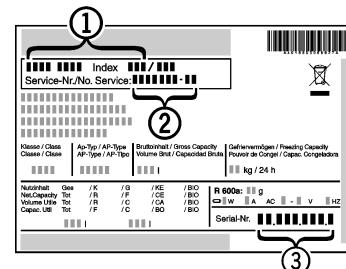

Fig. 14
- Denominación del aparato Fig. 14 (1), nº del servicio técnico Fig. 14 (2) y nº de serie Fig. 14 (3) en la placa de identificación. La placa de identificación se encuentra en la parte interior izquierda del aparato.
- Informe al servicio postventa e indique el fallo, la denominación del aparato Fig. 14 (1), el nº del servicio técnico Fig. 14 (2) y el nº de serie Fig. 14 (3).